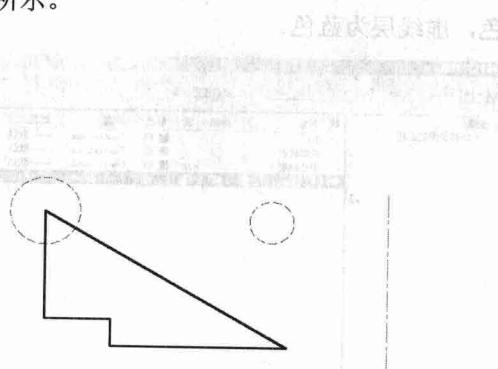

图 1-11 设定图层后的结果
(10) 选择折线，在【图层】工具栏下拉列表中选择“轮廓线层”选项。选择线段，在【图层】工具栏下拉列表中选择“中心线层”选项。选择圆，在【图层】工具栏下拉列表中选择“虚线层”选项。按下状态栏上的线宽按钮，结果如图 1-11 所示。
(2) 单击【标准】工具栏上的 按钮, 刚刚删除的中心线和虚线圆又显示出来, 再单击 按钮, 连续折线被删除的部分和另一个虚线圆也显示出来, 结果如图 1-11 所示。